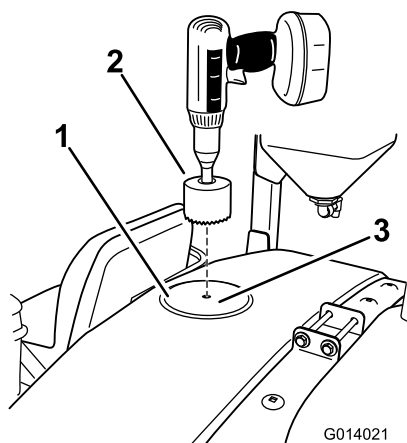

Рисунок 20
1. Разместите впереди на верхней части бака, как показано на Рисунок 20. Найдите отметку для сверления в центре формованного круга.
2. С помощью кольцевой пилы диаметром 9 см просверлите отверстие в отмеченном месте (Рисунок 20). Немного увеличьте диаметр отверстия, чтобы переходник вошел в него.